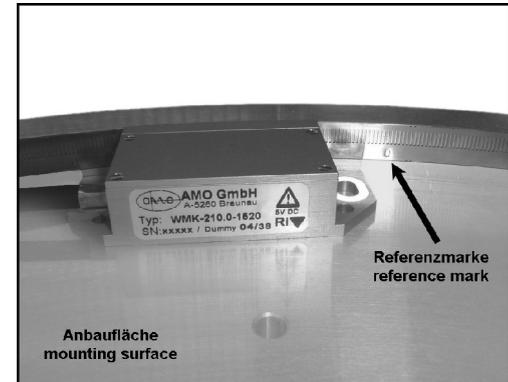

Bild 4
- Das Gitterband ebenfalls mit Druckluft von möglichen Festpartikeln befreien. Gitterbandring wird mit der Markierung der Seriennummern nach innen (sichtbar) montiert (Bild 4).
Nun die Einbaulage des Gitterbandes anhand der Referenzmarke bestimmen. Die Messringseite mit der Referenzmarke soll in der Montage mit der entsprechend mit einem Dreieck markierten Seite des Abtastkopfes übereinstimmen. Bitte hier die Seite des Kabelausganges des Abtastkopfes berücksichtigen (Bild 4).
Position the grating ring with its reference slot at the desired angular reference point location and place the measuring ring inside the groove, considering the right side of the measuring head (fig 4).